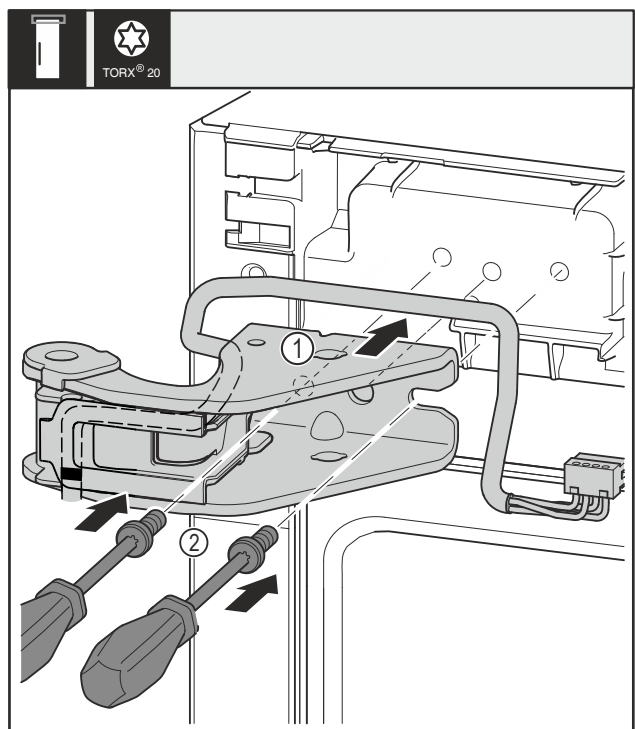

Fig. 21
- Oberen Lagerbock Fig. 21 (1) ansetzen.
- Schrauben Fig. 21 (2) mit Schraubendreher einsetzen und festdrehen.